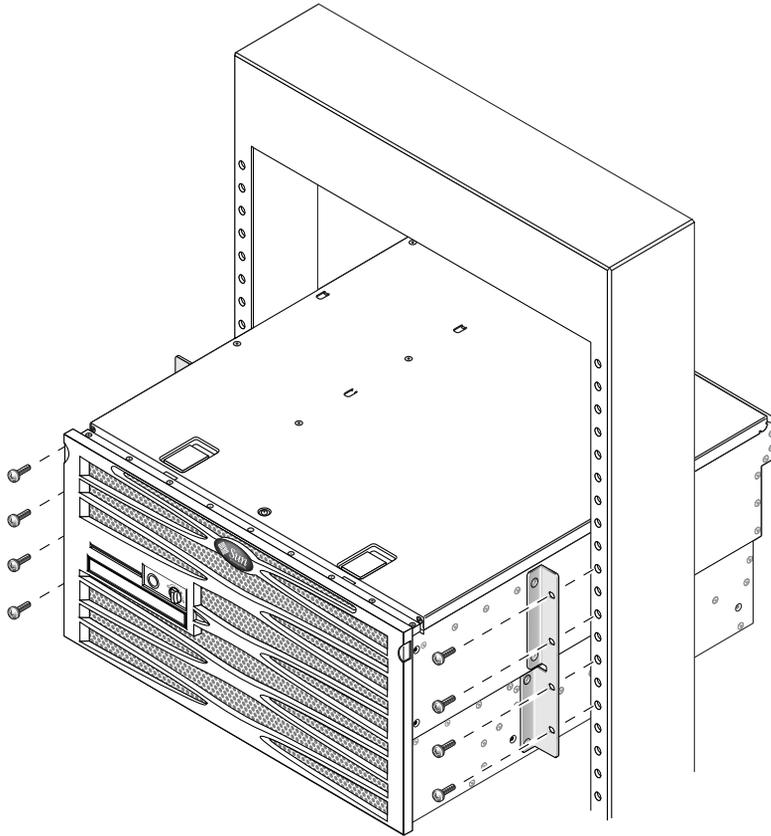

ABBILDUNG 3-28 Einbauen und Befestigen des Servers in einem Rack mit zwei Stützen
4. Befestigen Sie die Vorderseite des Servers mithilfe von zwei Schrauben für jeden Winkel an der Vorderseite des Racks (ABBILDUNG 3-28).